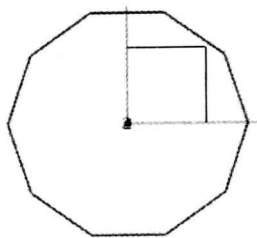

图 1.2.1 多边形 1
Step2. 创建图 1.2.1 所示的多边形 1。选择下拉菜单 **插入(I)** → **曲线(C)** → **多边形(P)** 命令；在多边形对话框中的 **边数** 文本框中输入值 10。单击 **确定** 按钮，选择 **内切圆半径** 按钮，在 **内切圆半径** 文本框中输入值 50，单击两次 **确定** 按钮，然后单击 **取消** 按钮，完成多边形 1 的创建。